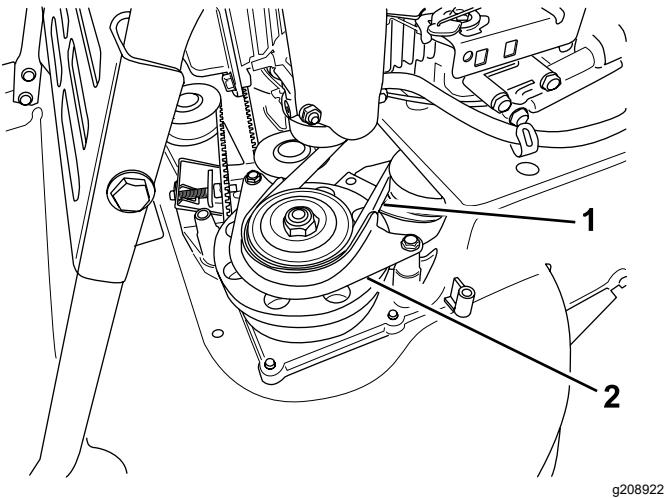

Figura 42
7. Togliete il paracinghia BBC (Figura 42).